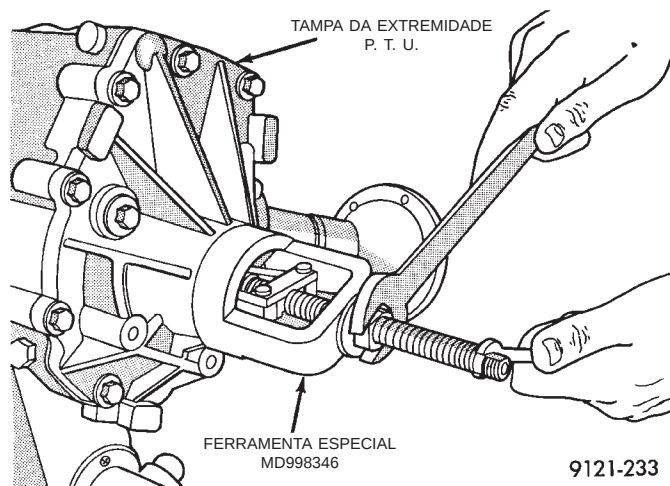

Fig. 54 Remoção do Rolamento
- (5) Utilize o extrator de rolamento MD998346 para remover o rolamento (Fig. 54).